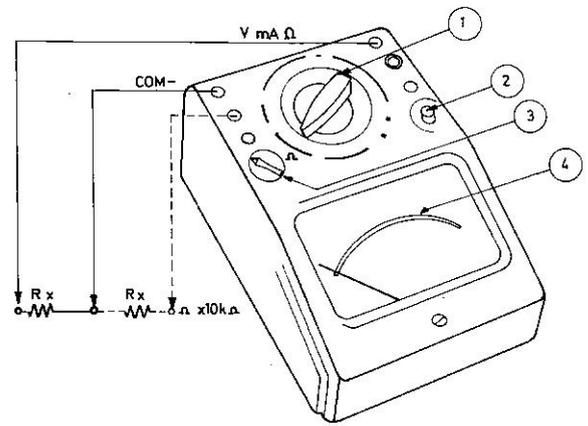

FIG:1
- Agir sur le Commutateur principal (1) pour afficher le calibre désiré.
- Effectuer le branchement indiqué Fig. 1 (douilles COM — et + pour les calibres  $\Omega \times 1$  à  $\Omega \times 1K$ ; douilles COM — et  $\Omega \times 10 K$  pour le calibre  $\Omega \times 10 K$ ). Court-circuiter les pointes de touche avant la mesure, et agir sur la commande (3) pour amener l'aiguille sur le zéro de l'échelle verte.